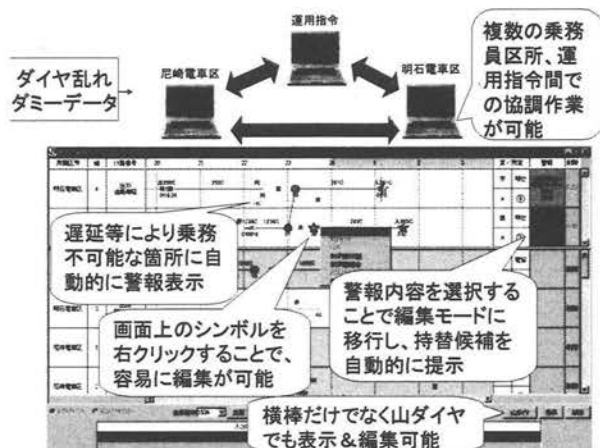

図1 16年度開発概要
今回、第1段階の開発として①と②を実現するため、ダイヤや車両運用の最新の情報を表示し、問題の発生しそうな箇所に警報を出すとともに、その警報を解消するための代替候補を提示して画面上で運用を編集できる仕組みを製作した(図1)。なお、遅延や変更事項を実際に他のシステムからリアルタイムで取得するとテストがしにくくなるため、今回はダイヤ乱れを想定したダミーファイルを供給して模擬することとしている。